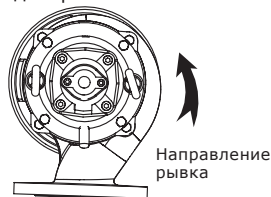

Рис. 8 Вид сверху. Направление рывка при пуске
- Если насос подключен правильно, рывок будет в сторону, противоположную правильному направлению вращения. См. рис. 8.